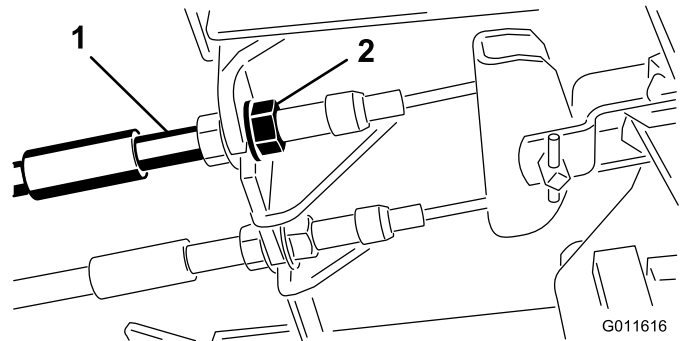

Figure 41
1. Pour réduire la garde aux pédales de frein, serrez les freins en desserrant l'écrou avant sur l'extrémité fileté du câble de frein (Figure 41).